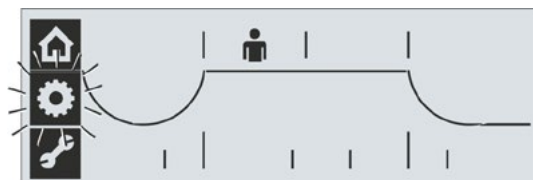

Fig. 1 : Sélection du menu Butées
1. Sélectionner le menu « Butées » : tourner le Drive Controller jusqu'à ce que le cadre du symbole de la couronne dentée clignote (Fig. 1). Le symbole de la couronne dentée en lui-même s'affiche de manière inversée.